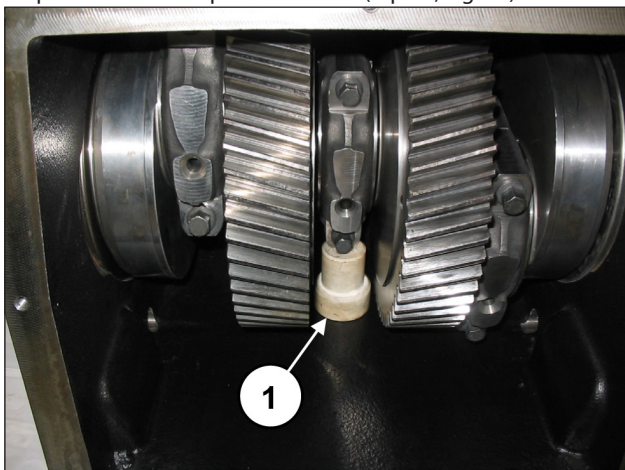

Fig. 13
Insérer une cale sous le corps de la bielle centrale pour empêcher le vilebrequin de tourner (rep. ①, Fig. 13).